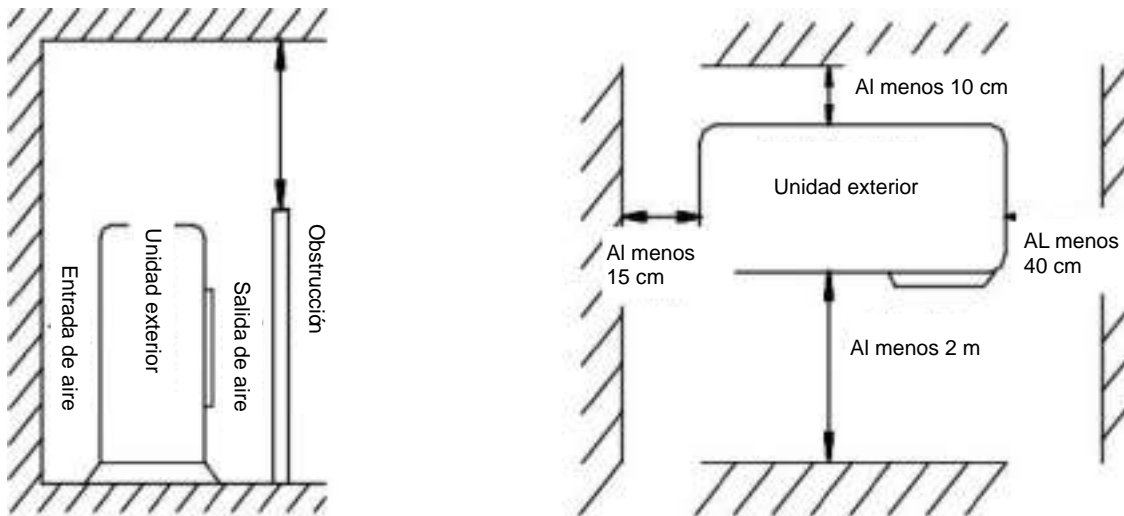

Fig 2
- La distancia de instalación debe cumplir los requisitos de la Fig. 2.